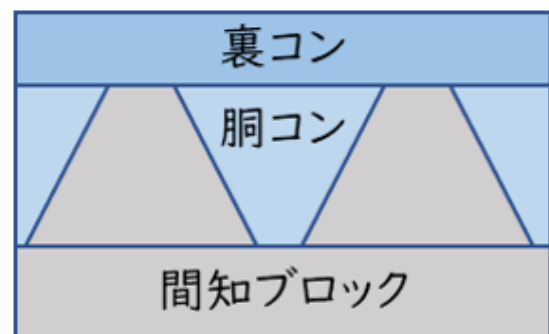

図6 裏込めコンクリートを考慮した胴込めコンクリート比
- 裏込めコンクリート厚さを含めた控長(控長40cm以上)としている積みブロックに関しては、裏込めコンクリートを含めた形で算出した胴込めコンクリート比が参考となります(図6、表1)。